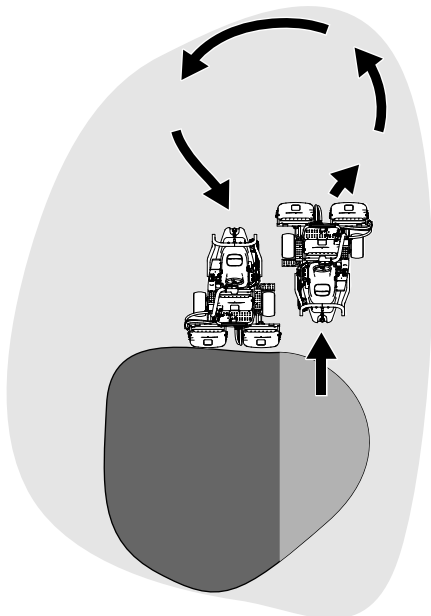

Figura 30
6. Per ridurre i tempi operativi e facilitare l'allineamento per la passata successiva, sterzate momentaneamente la macchina nella direzione opposta, quindi sterzatela nella direzione della porzione non tagliata. Questo movimento delinea una curva a goccia (Figura 30) che allinea rapidamente la macchina per la passata successiva.